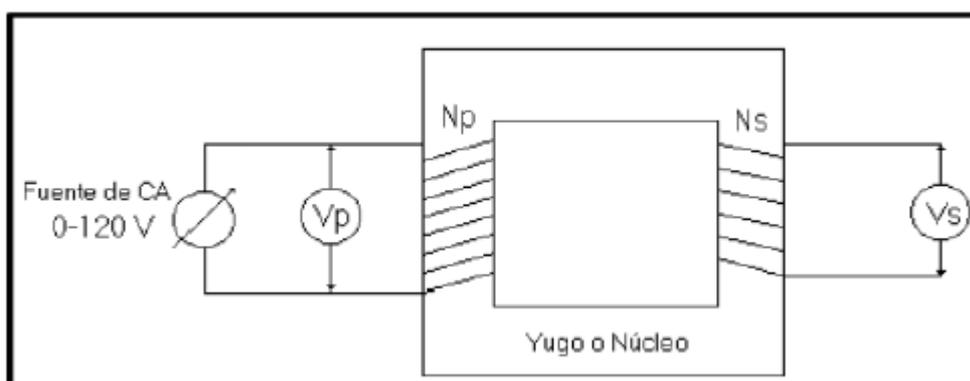

Figura 6. Circuito del transformador
- Realizar el montaje como se observa en la figura 6.